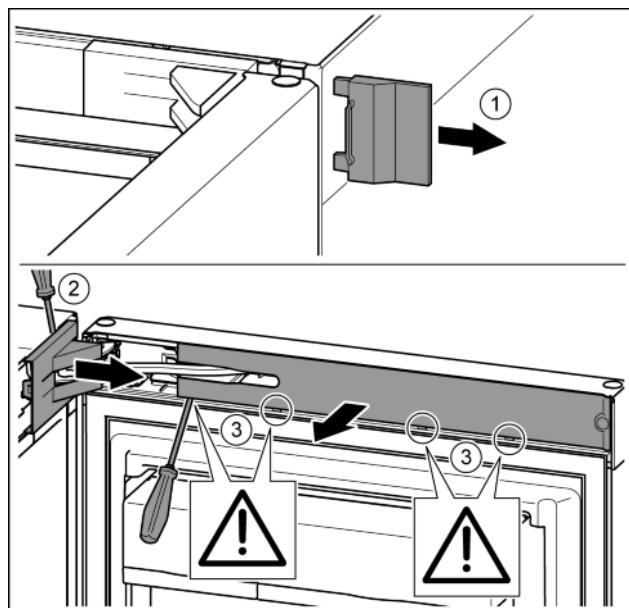

Fig. 9
- Снять внешнюю крышку. Fig. 9 (1)
- При помощи отвертки освободить от фиксаторов крышку опорного кронштейна и отсоединить. Снять крышку опорного кронштейна. Fig. 9 (2)
- Шлицевой отверткой вывести накладку из зацепления и отвести в сторону. Fig. 9 (3)